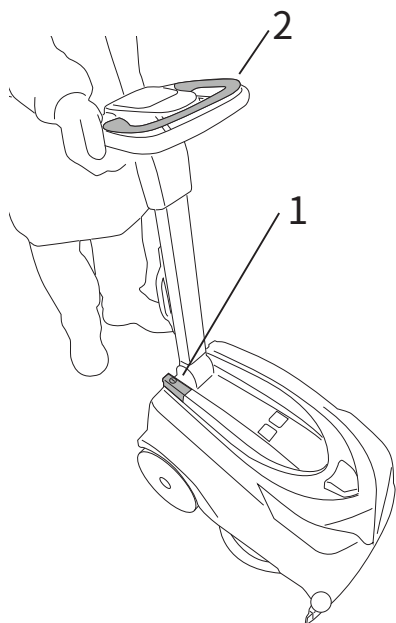
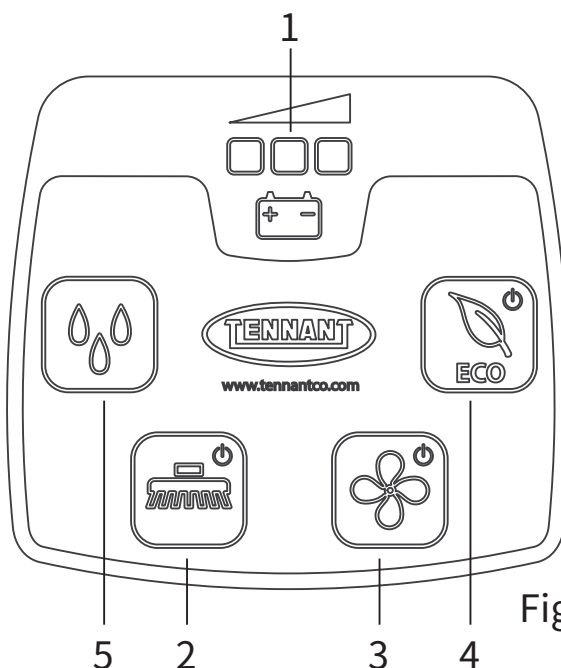

Fig.14
Fig.15
- メインスイッチ (図14、参照1)：本機のすべての機能との間で電力を接続・切断します。
- バッテリー充電インジケータ (図15、参照1)：赤色、黄色、緑色の3つのLEDで構成され、バッテリーの充電レベルを表示します。充電レベルの目安：
- ブラシコントロールボタン (図15、参照2)：「ブラシ」機能の操作を有効 (LED点灯)、無効 (LED暗色) にします。「ブラシコントロールレバー」 (図14、参照2) を操作するまで、ブラシは回転しません。
- 吸引制御ボタン (図15、参照3)：吸引モーターをオン (「LED点灯」)、オフ (「LED暗色」) にします。これは、スクラブ (こすった) 後に床を乾かすのに必要な真空を発生させます。モーターは「ブラシコントロールレバー」により有効化されている時のみ作動します。
- 洗剤フローボタン (図15、参照5)：次の手順に従って、洗剤溶液のフローを有効化、無効化、または変更することができます。
- ECOボタン (図15、参照4)：ECO操作モードを有効 (LED点灯)、無効 (LED暗色) にします。